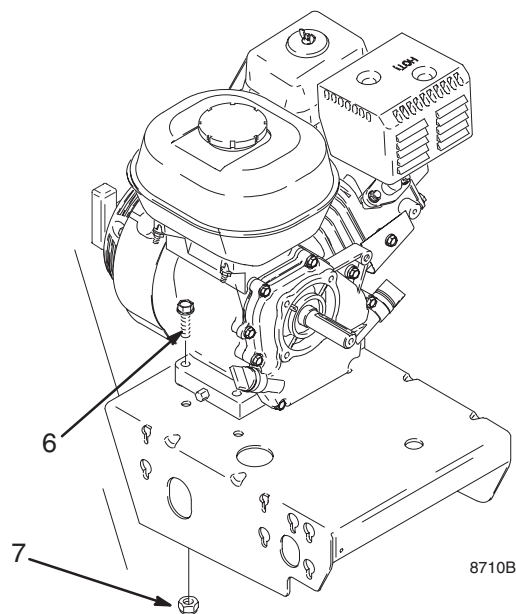

Fig. 15
3. Fig. 15. Enlever les deux écrous (7) et vis (6) de l'embase du moteur.
2. Fig. 15. Mettre deux vis (6) en place sur l'embase du moteur et les freiner avec des écrous (7). Serrer à 22,6 N.m.